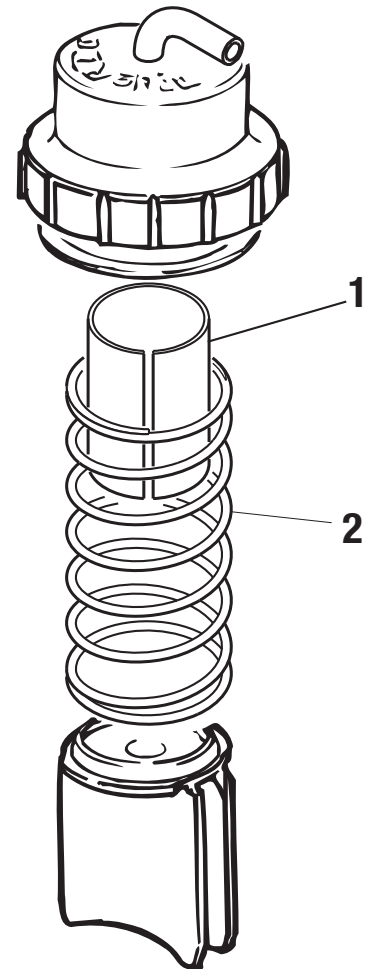

Bild 2
- Installieren Sie die Vergaseranschlagshülse (1) in den Schieberdeckel wie in Bild 2 ersichtlich.
- ◆ **Achtung:** Die Feder (2) für die Rückstellung des Gasschiebers drückt auf den Deckel des Vergasers, wodurch dieser bei der Demontage abspringen kann.
Den Einbau der Vergaseranschlaghülse sehen Sie in Bild 2 im Teil Einbauhinweise.